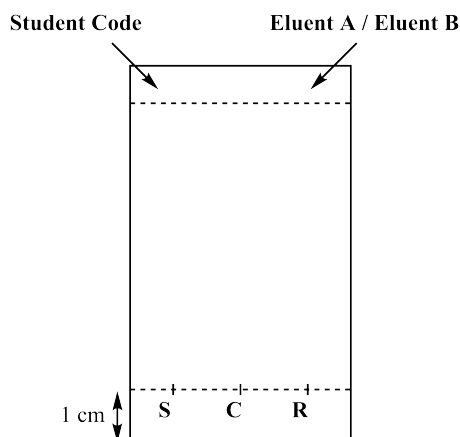

Abb. 3. DC-Plattenvorbereitung
3. **Bereiten Sie Ihre DC-Platte vor. Zeichnen** Sie mit Ihrem Bleistift eine Startlinie (1 cm oberhalb des unteren Plattenrandes) und **markieren** Sie die 3 Positionen für den Probenauftrag. **Beschriften** Sie diese mit **S** (Startmaterial), **C** (Rohprodukt, *crude*) und **R** (umkristallisiertes Produkt, *recrystallized*), wie in Abb. 3 dargestellt. **Schreiben** Sie Ihren **Student Code** auf das linke obere Ende der Platte. **Schreiben** Sie das verwendete Laufmittel (zuerst **Laufmittel A**, dann **Laufmittel B**) auf das rechte obere Ende der Platte. **Tragen** Sie die Proben mit den Kapillaren auf die Platten auf.